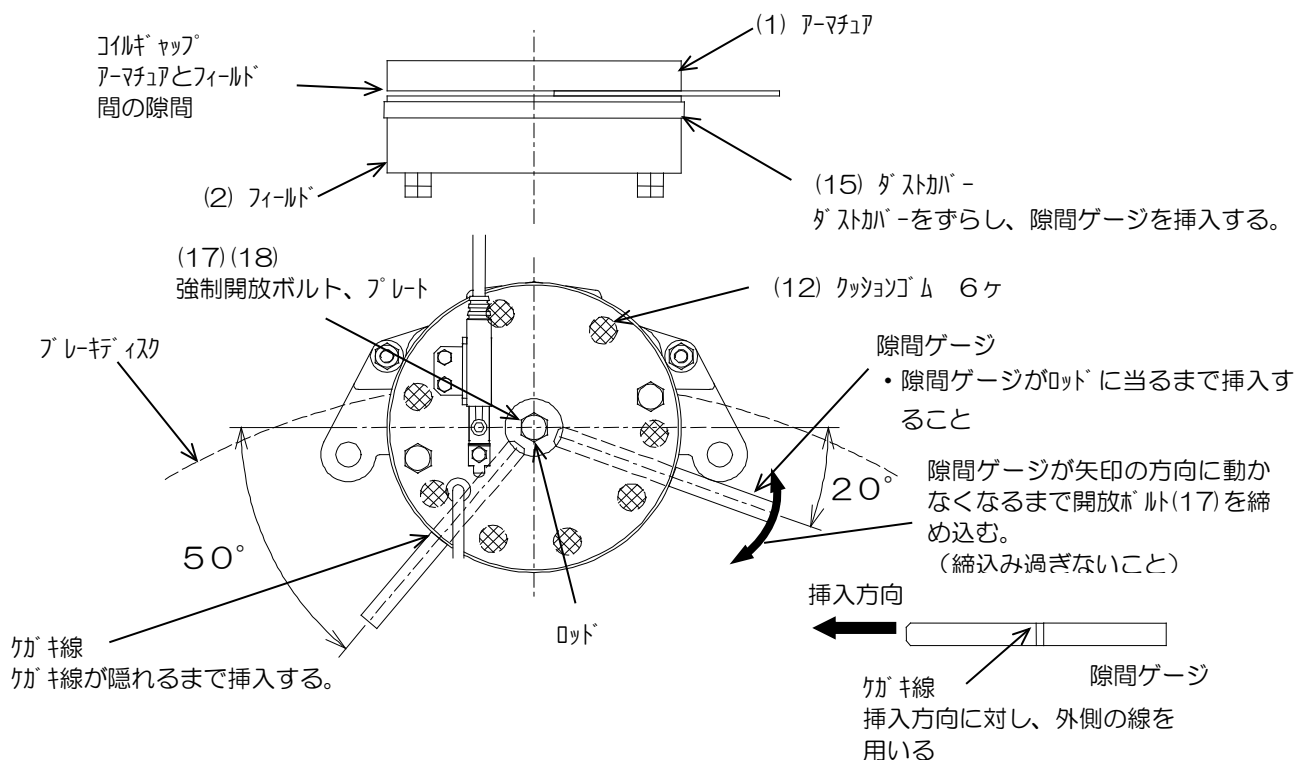
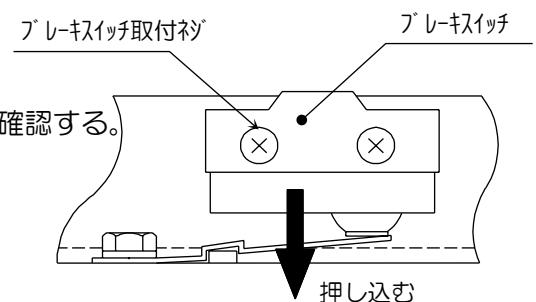

図6 隙間ゲージの挿入要領
図9 ブレーキスイッチ調整
- ・隙間ゲージ挿入要領 図6を参照のこと。(※2ヶ所から同時に挿入する。)
②アーマチュア(1)とフィールド(2)の間に隙間ゲージを挿入する。
- ・隙間ゲージ挿入要領 図 6 を参照のこと。(※2ヶ所から同時に挿入する。)
③強制開放ボルト(17)、開放プレート(18)を取付け、強制開放ボルト(17)を締め込む。
④ブレーキスイッチ取付ネジを緩める。(図 9 参照)
⑤ブレーキスイッチをゆっくり押しこむ。
⑥強制開放ボルト(17)を緩める。